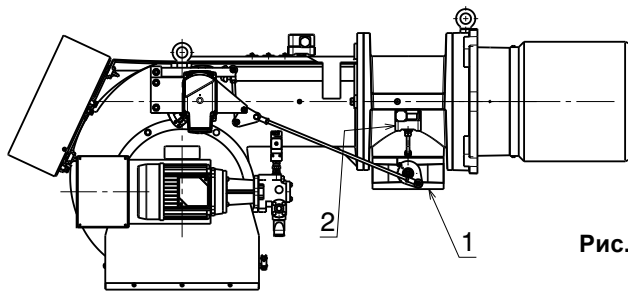

Рис. 27
Давление газа, измеренное на штуцере 2) (Рис. 27), с:
Потеря нагрузки дроссельного газового клапана 1) (Рис. 27) при максимальном открытии: 90°.
- Отнимите от давления газа на штуцере 2) (Рис. 27) давление в камере сгорания.
Давление газа на штуцере 2) (Рис. 27) = 32,9 мбара
Для того, чтобы узнать давление газа, необходимое на штуцере 2) (Рис. 27) в условиях максимальной мощности модуляции, при которой должна работать горелка:
- Посмотрите справа в столбце 1 давление на штуцере 2) (Рис. 27).
необходимое давление на штуцере 2) (Рис. 27).